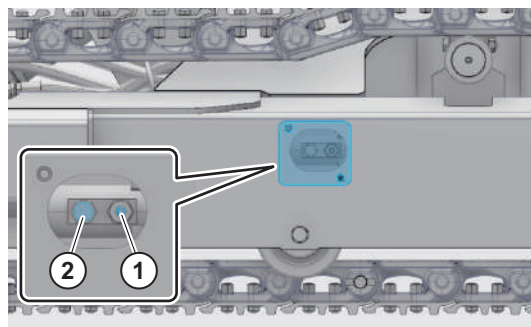

Figura 109
5. La tensión de las orugas puede ajustarse con la válvula de la junta de engrase (1, Figura 109) y los tornillos del mango (2, Figura 109) en el centro de cada cubierta de la estructura lateral. Llenar las juntas de engrase con grasa aumenta la longitud de los cilindros ajustables. Cuanto más largos sean los cilindros ajustables, más presión se genera en los resortes de tensión, los cuales se extienden más allá de las poleas guía de la oruga.